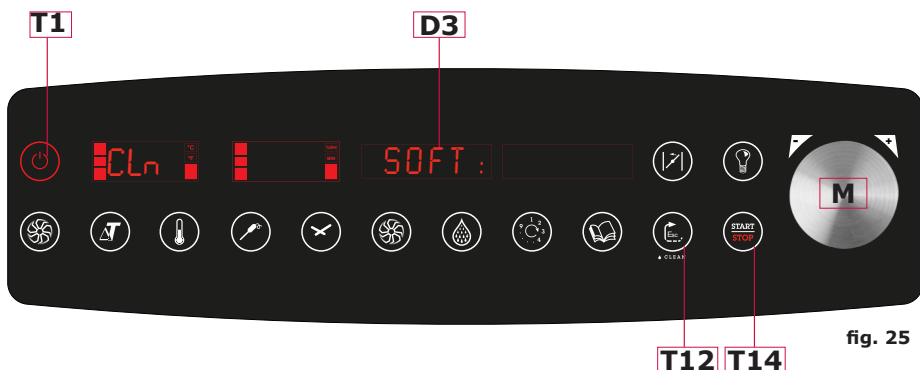

fig. 25
- Encender el horno mediante la tecla **T1** (fig. 25).
- Presionar simultáneamente la tecla **T12** (fig. 25) y el pomo **M** (fig. 25).
- La pantalla **D3** (fig. 25) visualizará el tipo de lavado. Girando el pomo **M** (fig. 25) se puede elegir entre lavado **SOFT** (liviano), **NORM** (medio) o **HARD** (intenso) en base
Destornillar el tornillo **A** (fig. 25) y quitar el difusor tirándolo hacia abajo.